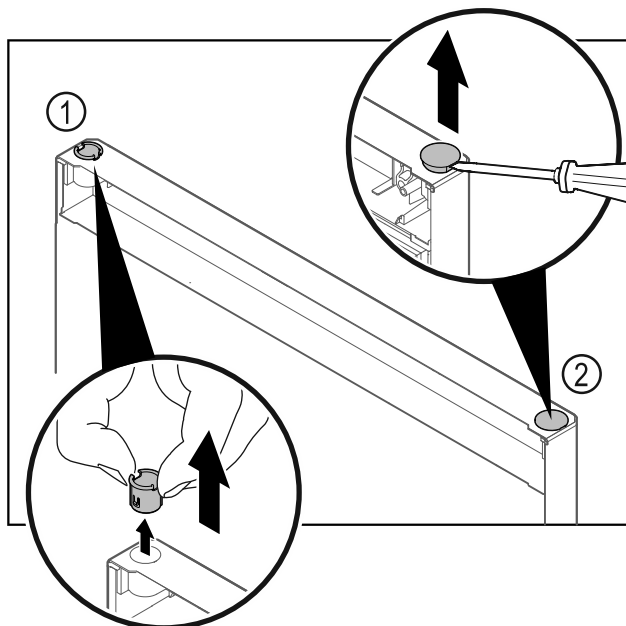

Fig. 15
- Izvucite čahuru šarke Fig. 15 (1) prstima.
- Odvijačem s ravnom glavom oprezno podignite čep Fig. 15 (2) i izvadite ga.